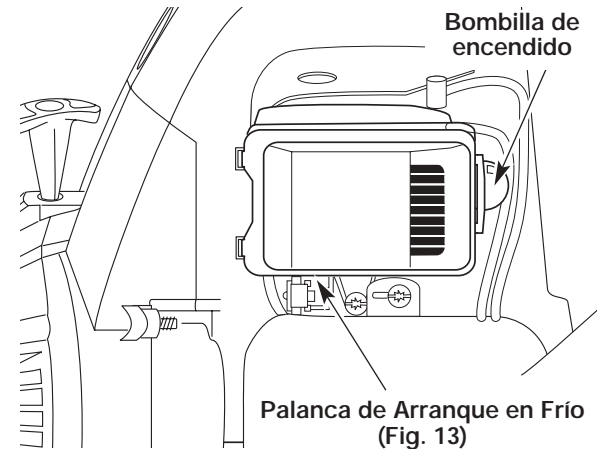

Fig. 11
3. Oprima completamente el cebador y suéltelo 10 veces. Hágalo lentamente. Se deberá ver un poco de **combustible en el cebador** y en las tuberías de alimentación de combustible (Fig. 11). Si no puede ver el combustible en el cebador, oprímalo y suéltelo tantas veces como sea necesario hasta que vea combustible en el mismo.